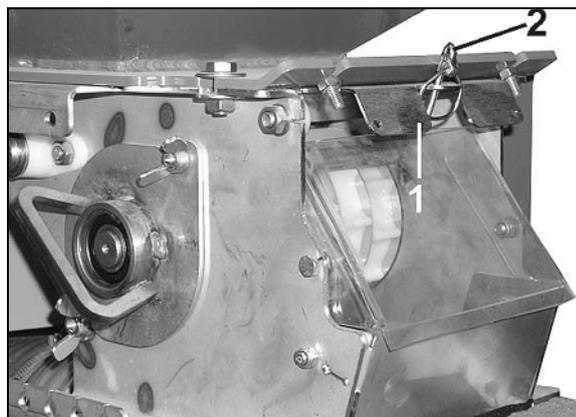

Fig. 89
1. Enlevez la goupille (Fig. 89/2) (nécessaire uniquement pour fermer la trémie de semences pleine avec le clapet (Fig. 89/1).